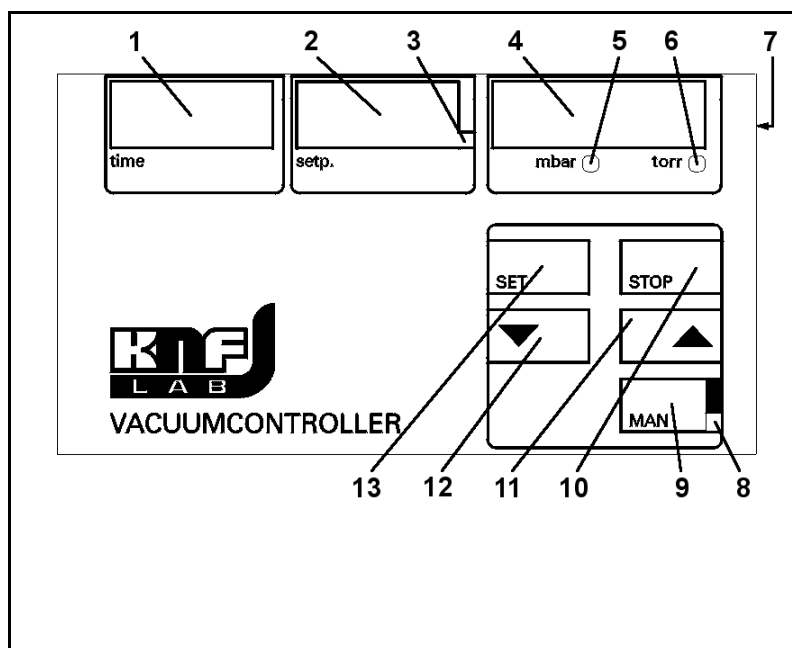

Abb. 18: Vakuum-Controller
- Über die Set-Taste (Abb. 18/13) lassen sich die eingestellten Werte anzeigen.
- Im mittleren Display (2) wird die Wertebezeichnung angezeigt (also „ P_1 “, „ P_2 “, „ t_A “ oder „ t_C “), im rechten Display (4) der aktuell gespeicherte Wert.